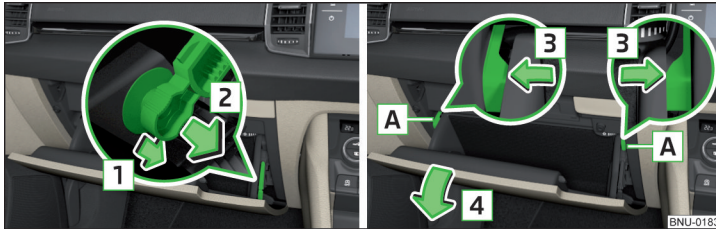

Abb. 333 Ablagefach auf der Beifahrerseite
- Die Bremsstange in Pfeilrichtung **1** entriegeln und in Pfeilrichtung **2** lösen » Abb. 333.